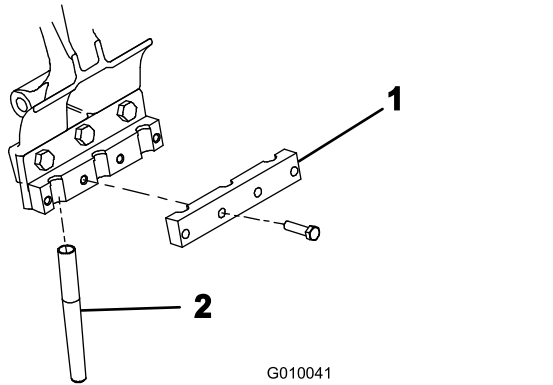

**Figure 23**
4. Montez les protège-gazon sur leurs supports au moyen de 4 dispositifs de fixation et 12 écrous à embase (Figure 23). Ne serrez pas les fixations.
**Remarque:** Les dispositifs de fixation et les écrous à embase des protège-gazon sont fixés aux supports de protège-gazon pour l'expédition (Figure 23).